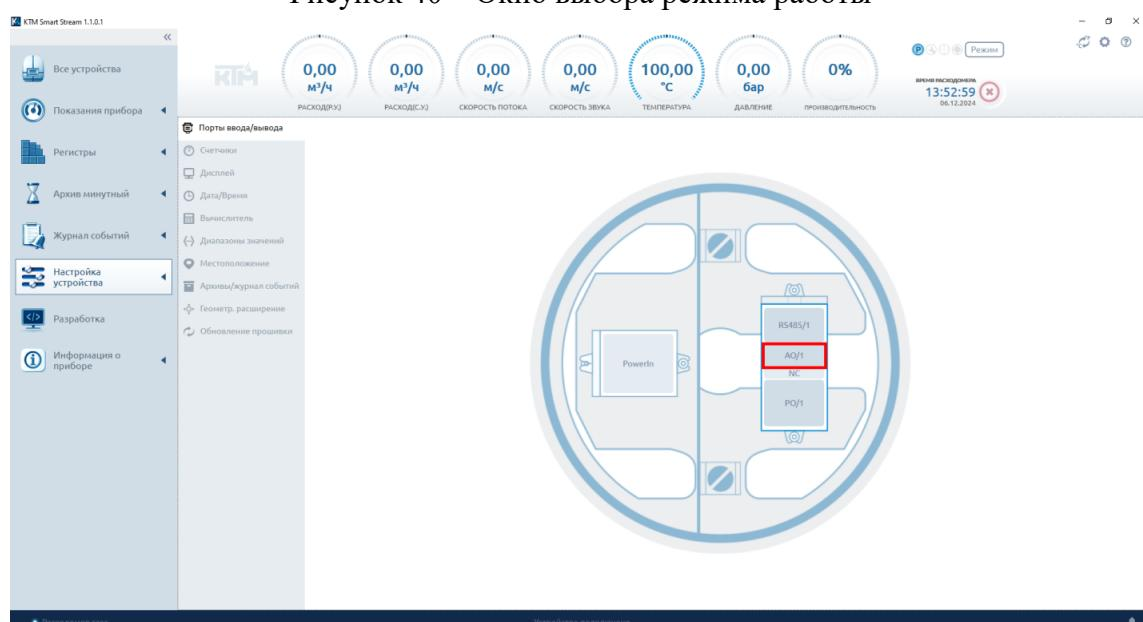

Рисунок 41 – Вкладка «Настройка устройства», интерфейсная плата № 3
- перейти по кнопке «АО/1» в меню настройки параметров аналогового выхода (рисунок 41);